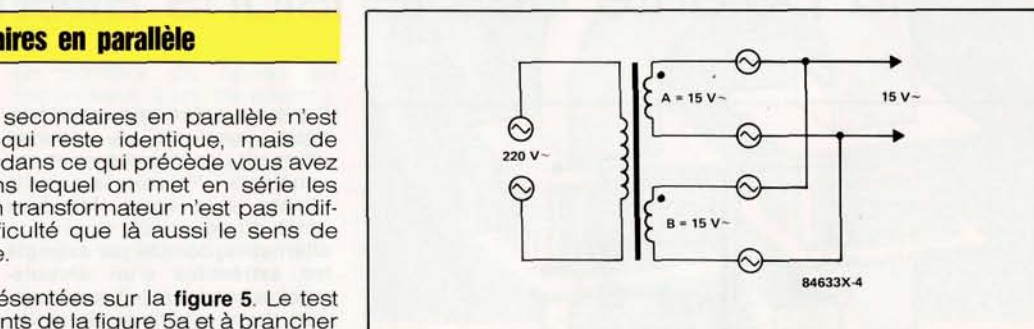
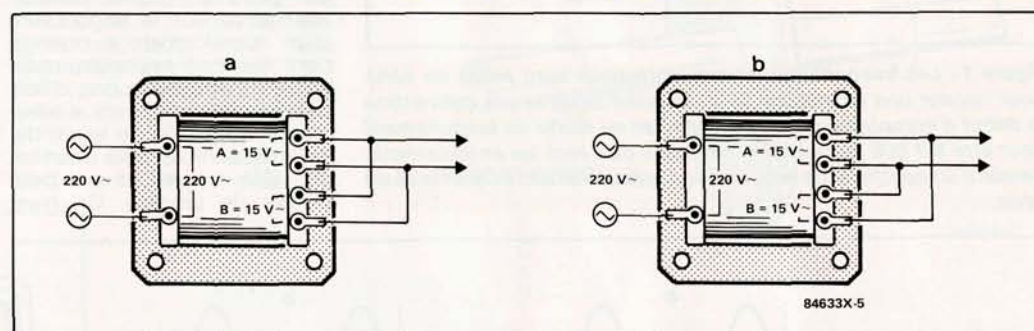

Figure 4 - Ce montage en parallèle délivre une tension inchangée mais sous une intensité double.
Figure 5 - Pour le raccordement en parallèle aussi il existe deux possibilités, dont une seule est la bonne.
Le noyau torique de la figure 4 est un type particulièrement intéressant : toute la masse magnétique se trouve à l'intérieur des enroulements. Cette disposition qui favorise la concentration du champ magnétique permet une réduction sensible du poids et de l'encombrement du transformateur, si bien que le modèle de la photo a une puissance nominale équivalente à celle de son voisin classique bien plus volumineux. Les transformateurs toriques sont plus chers que les transformateurs classiques car leur fabrication est un peu plus compliquée. La vue d'artiste de la figure 5 illustre schématiquement la
**Figure 4 - Les transformateurs toriques ont un poids et un encombrement réduits par rapport à ceux de transformateurs classiques de même puissance. Ils le doivent à un principe différent et à des matériaux mieux adaptés. Leur prix supérieur est justifié par des procédés de fabrication plus compliqués. Ils présentent malgré tout un inconvénient : la qualité de leurs tôles et l'étroitesse du couplage magnétique sont telles que des parasites à fréquence élevée sont transmis du primaire au secondaire alors qu'ils ne le seraient pas dans des transformateurs ordinaires bobinés sur de la tôle à ferer les lapins.**
**Figure 5 - Voici représenté de façon très simplifiée le principe de la machine de haute précision qui permet de bobiner les transformateurs toriques. L'opération se fait en deux temps : chargement de la poulie-dévidoir, puis bobinage proprement dit. La tension du fil doit être réglée exactement et l'émail épargné pour garantir l'isolement. Tous les mouvements doivent être synchronisés en fonction des diamètres du noyau, du dévidoir et du fil.**
Les deux possibilités sont représentées sur la figure 5. Le test consiste à établir un seul des ponts de la figure 5a et à brancher un voltmètre alternatif à la place du deuxième pont (figure 6a). Si la tension est nulle, le schéma est le bon. Sinon, c'est-à-dire si la tension mesurée est de 30 V, il faut raccorder les enroulements selon le schéma 5b, après avoir vérifié que la tension est nulle comme sur la figure 6b.